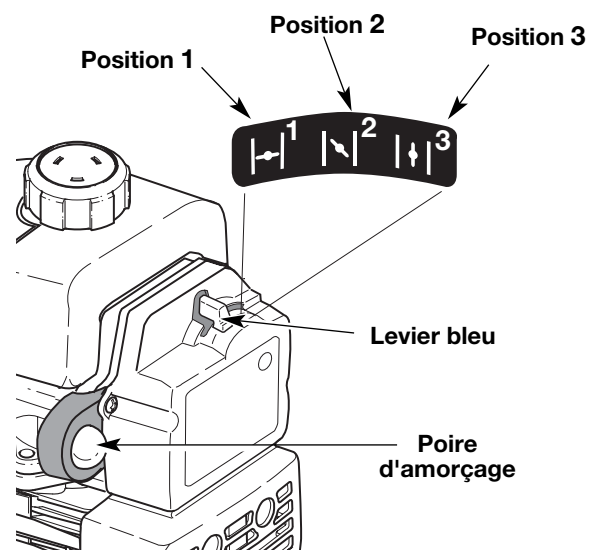

Fig. 7
3. Pressez et relâchez la poire d'amorçage à 10 reprises, lentement. Une certaine quantité de carburant devrait être visible dans la poire d'amorçage et les conduites de carburant (Fig. 7). Si vous n'apercevez pas de carburant dans la poire, pressez et relâchez la poire autant de fois que nécessaire jusqu'à ce que vous aperceviez du carburant dans cette dernière.
4. Mettez le levier bleu en Position 1 (Fig. 7).
9. Une fois que le moteur est chauffé, placez le levier bleu d'étranglement en **position C** (Fig. 7). La machine est prête à être utilisée.
SI... Le moteur hésite, remettez le levier en position 2 (Fig. 7) et continuez à le chauffer.